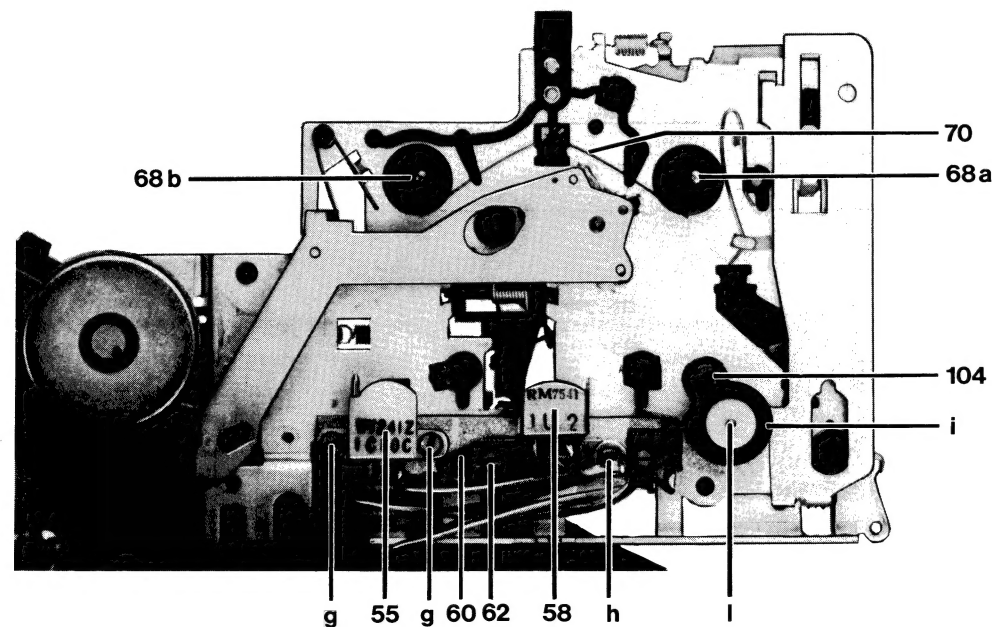

Bild 6
Löschkopf 55 (Bild 6)
AW-Kopf 58 (Bild 6)
- Wird dieser Wert nicht erreicht, ist die Bremsfeder **70** (Bild 6) zu wechseln. Dazu Abdeckung **k** ausbauen.
12. Andruckrolle wechseln (Bild 6)